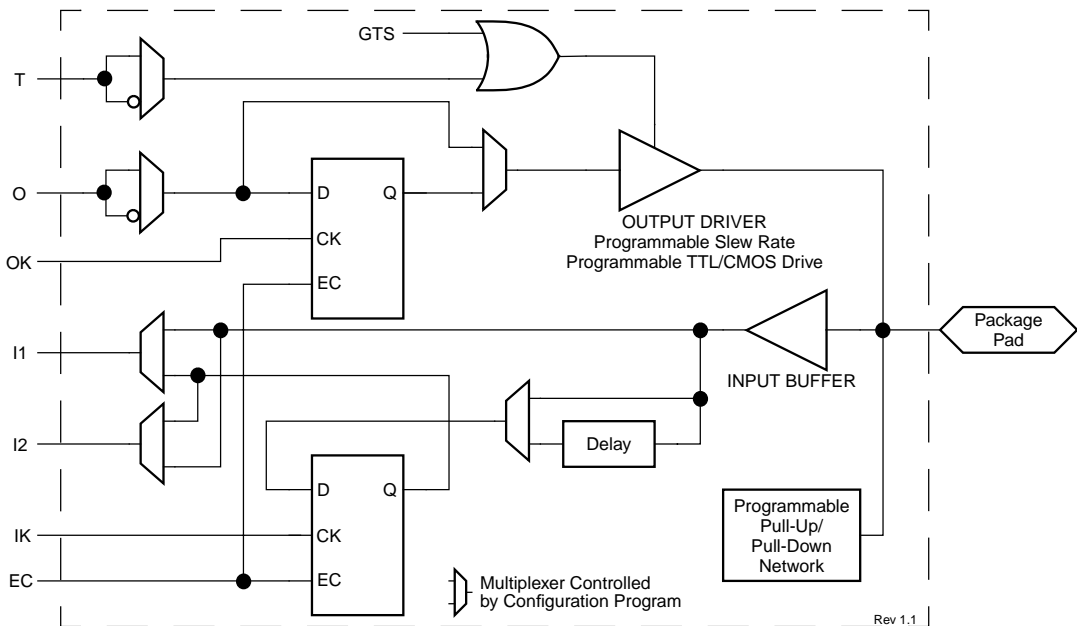

図 5 簡略化した Spartan IOB のブロック図
各 IOB は 1 本のパッケージピンを制御し、入力信号、出力信号、または双方向信号としてコンフィギュレーションできます。図 5 に、Spartan IOB の簡略化したブロック図を示します。
IOB に対する入力信号は、直接配線チャンネルに接続するか (図 5 の I1 と I2 を経由して)、または入力レジスタに接続するようにコンフィギュレーションすることができます。入力レジスタは、エッジトリガのフリップフロップまたはレベルセンシティブなフリップフロップにプログラムすることができます。表 3 に、このレジスタの機能を示します。
入力レジスタの出力は、配線チャンネルに接続されます (図 5 の I1 と I2 を経由)。IOB から出力される I1 と I2 の信号は、それぞれ直接入力信号またはレジスタ入力信号を伝えることができます。
アクティブ High のスリーステート信号を使って、スリーステート出力または双方向性の I/O をインプリメントし、出力バッファをハイインピーダンス状態にすることができます。コンフィギュレーションコントロールの下で、出力信号 (O) および出力スリーステート信号 (T) を反転することができます。これらの信号の極性は、各 IOB に対して独立に設定することができます (図 5)。